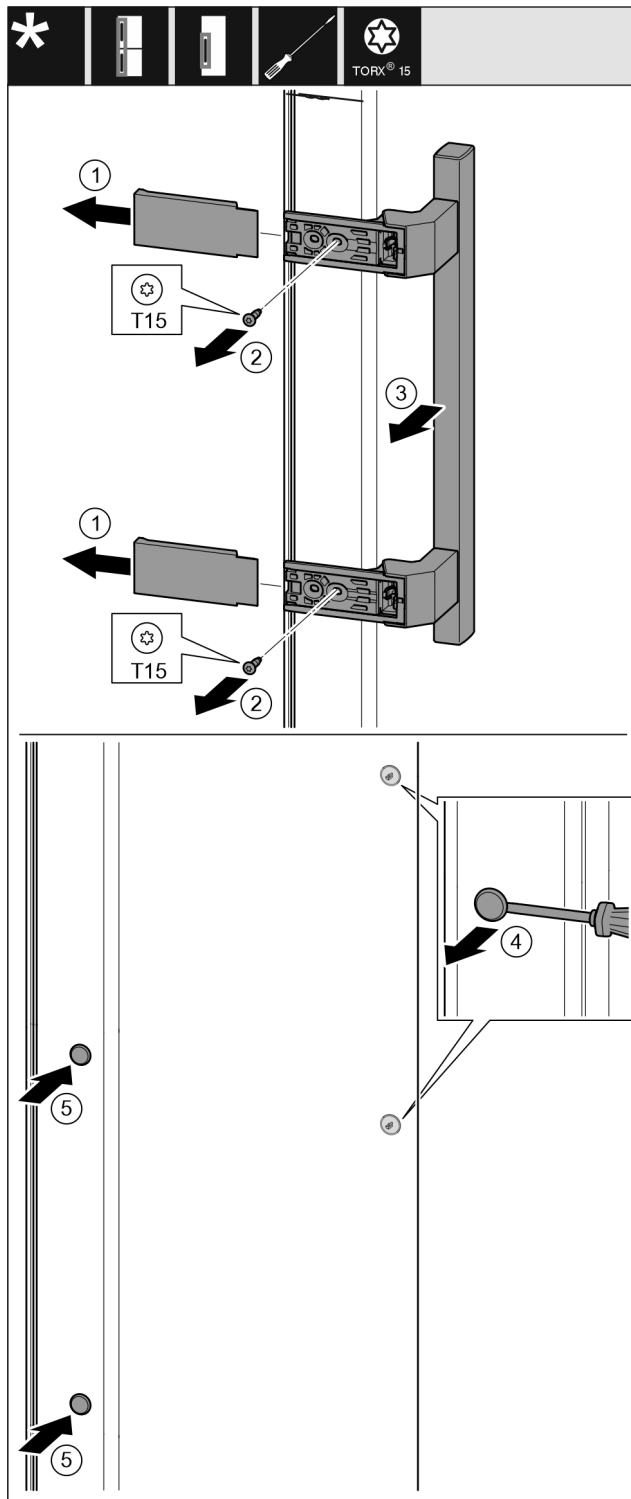

Fig. 17
- ▶ Abdeckung abziehen. Fig. 17 (1)
- ▶ Schrauben mit Schraubendreher T15 herausdrehen. Fig. 17 (2)
- ▶ Griff abnehmen. Fig. 17 (3)
- ▶ Seitlichen Stopfen vorsichtig mit einem Schlitzschraubendreher anheben und herausziehen. Fig. 17 (4)
- ▶ Stopfen auf der anderen Seite wieder einsetzen. Fig. 17 (5)